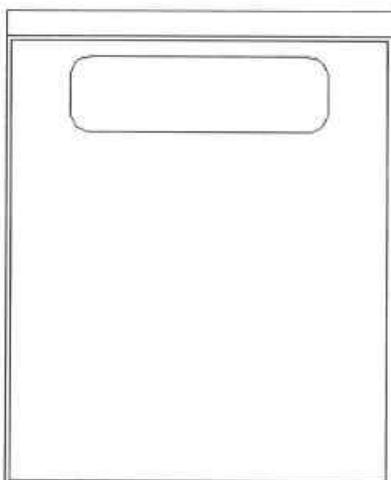

图7-70 绘制枕头图块
Step04 执行“矩形”命令，绘制一个长 1000、宽 300，半径为 80 的圆角矩形，作为枕头图形，并放置在合适位置，如图 7-70 所示。